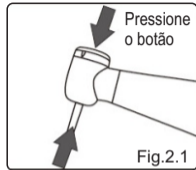

Fig.2.1
- 1) Pressione firme o botão "Push Button" e insira a broca simultaneamente até o final da cabeça (Fig 2.1);